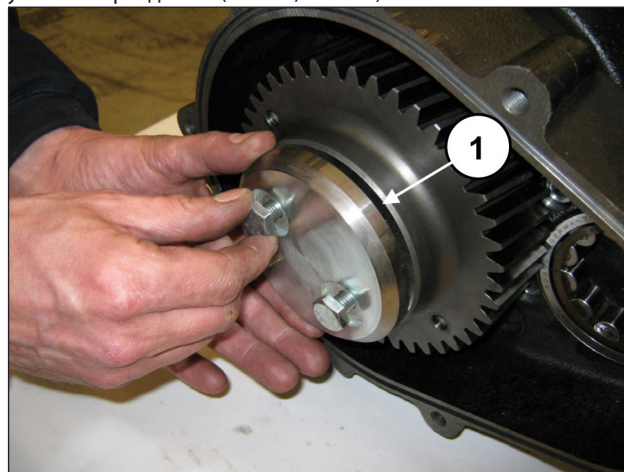

Рис. 78
Закрепите фиксатор зубчатого колеса (поз. ①, Рис. 78) с помощью 2 винтов М10x25.